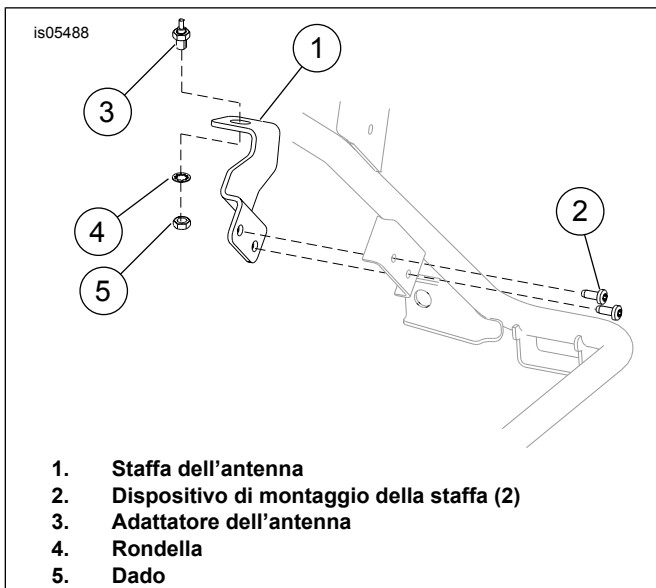
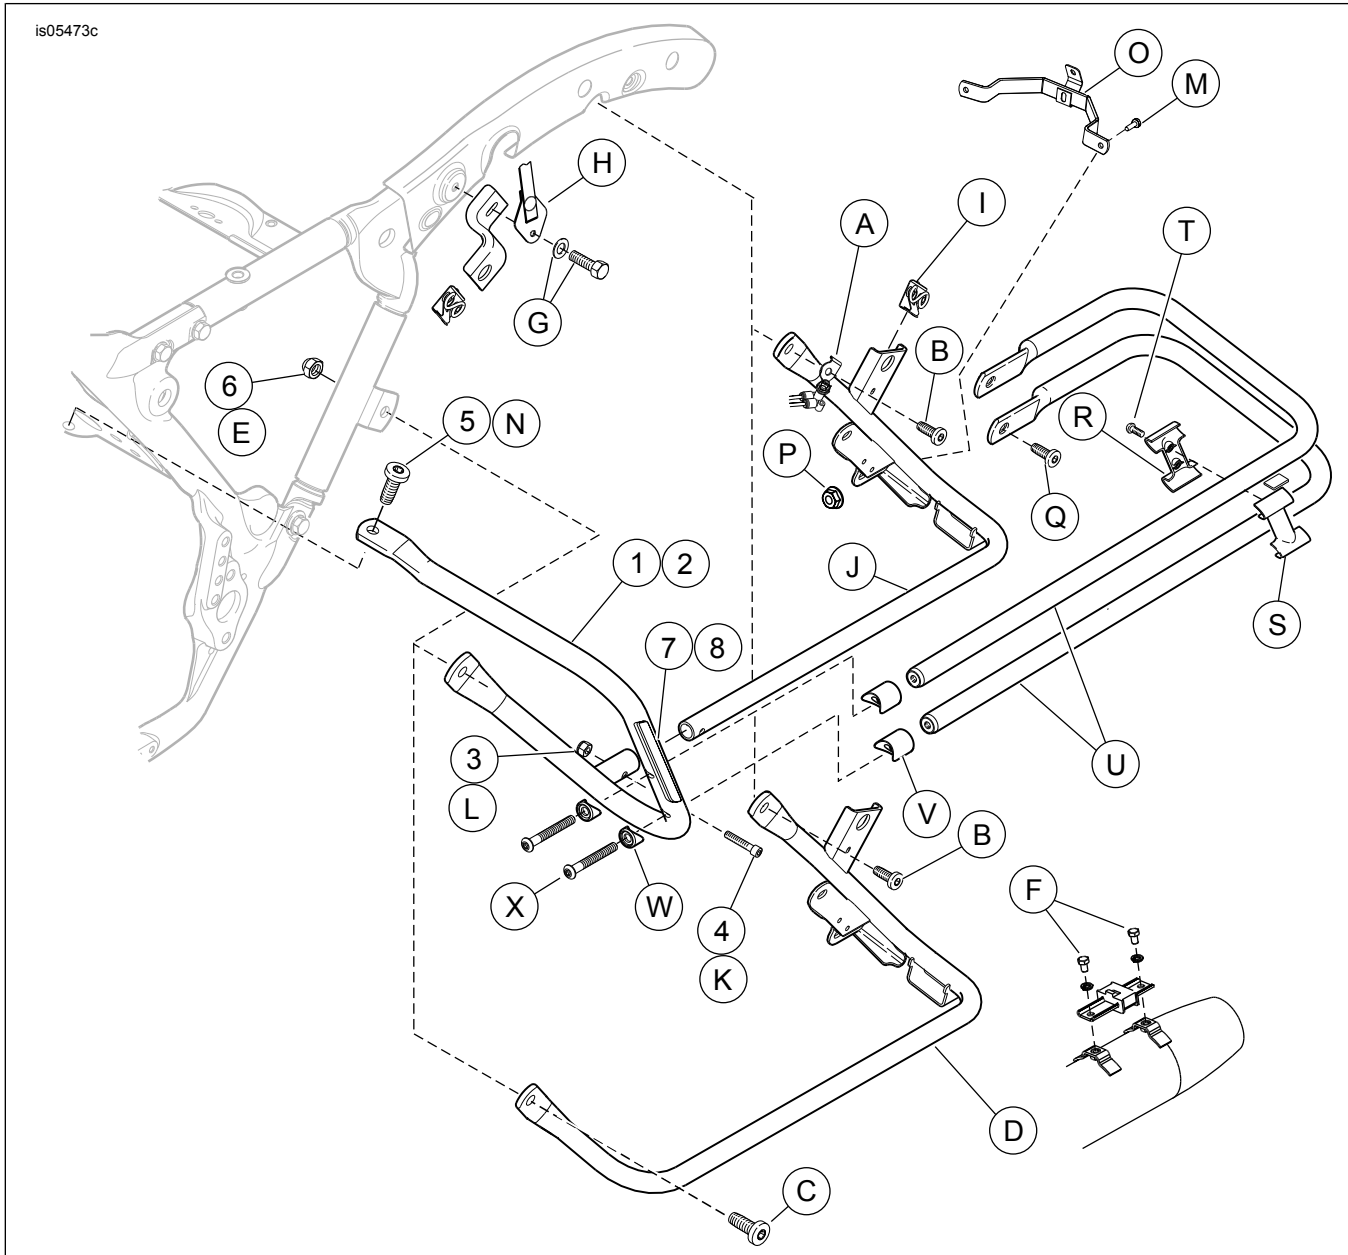

Figura 1. Rimuovere l'antenna e la staffa.
Figura 3. Parti di ricambio: Kit protezione della borsa portapacchi (mostrato il lato sinistro)
Vedere Figura 3 e Tabella 1.
2. Vedere Figura 3. Togliere la vite e la rondella (G) della cinghia di appiglio. Togliere la cinghia di appiglio (H). Rimuovere la sella seguendo le istruzioni riportate nel manuale di manutenzione.
1. Vedere Figura 3. Togliere le viti (F) che fissano le protezioni delle borse portapacchi ai sostegni della marmitta.
2. Togliere il bullone (M) ed il dado (P). Conservare il bullone (M) per l'installazione. Eliminare il dado (P).
3. Togliere le viti (B, N e C) ed il dado (E). Conservare le viti (B e C) per l'installazione. Eliminare il dado (E) e la vite (N).
4. Togliere la sede del prigioniero (I) e conservarla per l'installazione.
5. Vedere Figura 1. Rimuovere la staffa dell'antenna (1), i dispositivi di montaggio (2), il dado di montaggio dell'antenna (5), la rondella (4) e l'adattatore dell'antenna (3). Conservare l'antenna e la bulloneria, gettare la staffa.
6. Togliere il sostegno (D) ed eliminarlo.
1. **Per i modelli FLTR e FLHX:** Vedere Figura 3.
- a. Installare la vite di montaggio (B) del sostegno posteriore della borsa portapacchi attraverso la staffa (A) della sospensione pneumatica e il sostegno (J) della borsa portapacchi. Installare a mano la vite.
- b. Installare il bullone (M) ed il dado (P) (acquistati separatamente). Serrare a mano.
- c. Installare la sede del prigioniero (I) nel sostegno della borsa portapacchi (J).